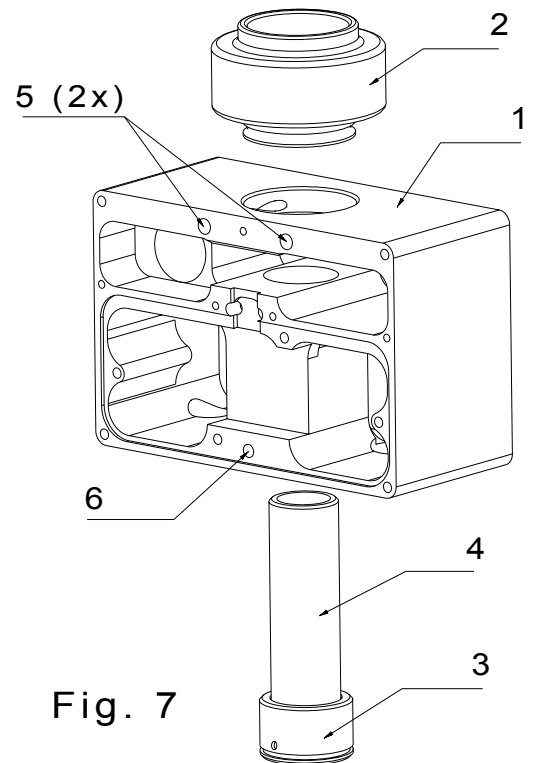

Fig. 7
13.1 Auswechseln der Glasleit­röhre (Siehe Fig. 7)